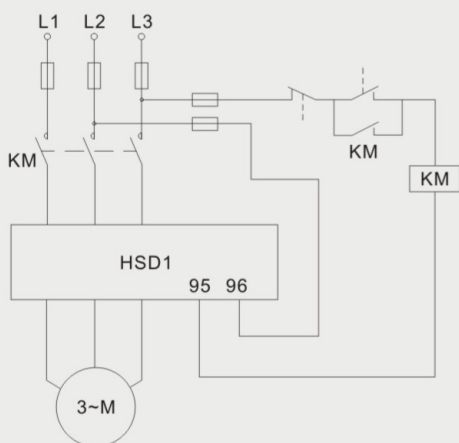

图2 交流接触器控制的全电压直接起动
- 5.5 异步电动机全电压直接起动：由交流接触器、电动机保护器、三相异步电动机构成的全电压直接起动示意图见图2。